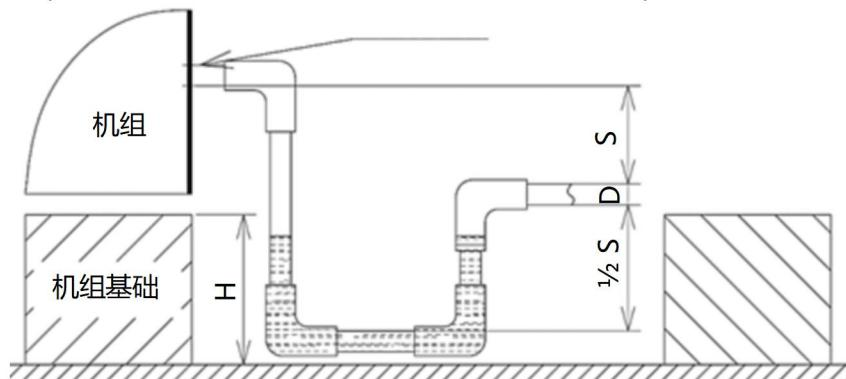

图2.11 冷凝水封安装图
(8) 为了避免盘管过冷或过热，须设置进水与风机的联动，仅当风机开启时，才允许盘管运行；
(9) 机组不运行时，须切断盘管供水；
(10) 机组的冷凝水管必须安装水封，水封的高度应能满足如图2.11要求：